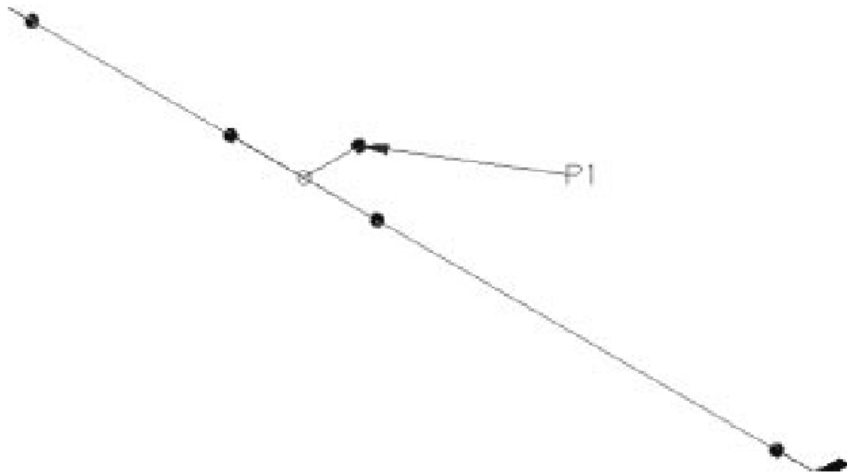

Figure 9
- Señala el nodo que está al final del brazo (<P1> en la *Figure 9*). La designación de línea actual y el tamaño están definidas ahora igual a las del brazo.